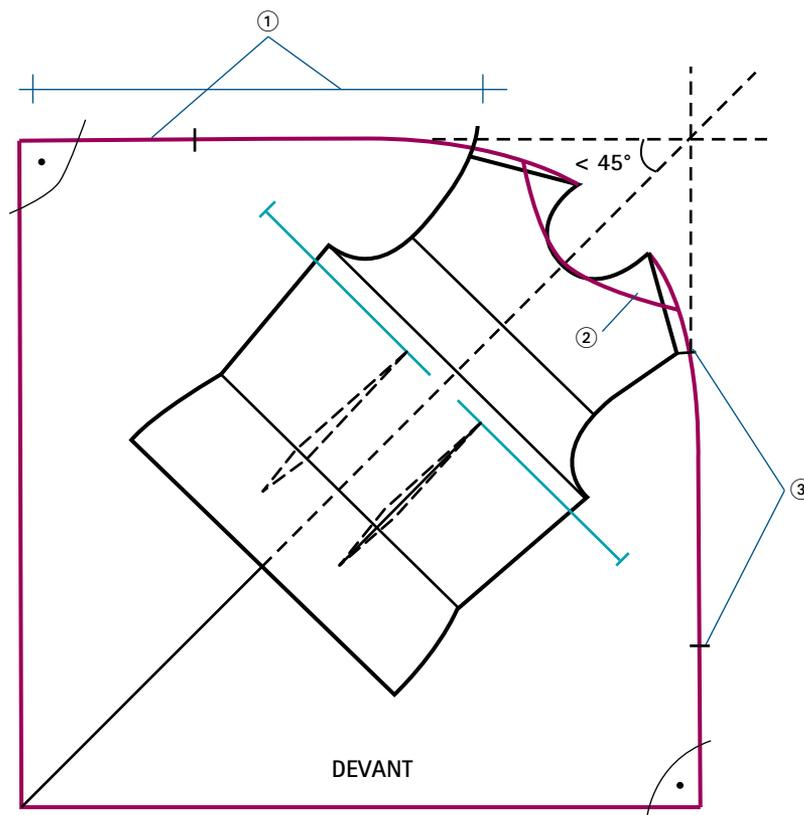

FIG. 1
- ① Tracer une droite à 45° (plein biais), puis placer le patron de base comme indiqué sur la figure 1 (ici, le patron est déplié, donc entier, mais on peut aussi le tracer au pli). À partir de l'épaule sur le côté droit, reporter la mesure de longueur du bras par une courbe et terminer par une droite horizontale. Fermer la construction par un angle droit. C'est très important pour obtenir la ligne droite sur le côté de la cape, sans pointe sur la couture après le montage. Faire de même côté gauche.
- ② Élargir, de chaque côté sur la ligne d'épaule, le décolleté de la valeur souhaitée (ex. 7 cm) pour permettre un passage confortable de la tête.